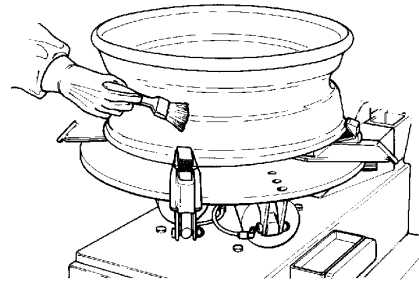

Fig. 4.2-1
A. Limpie toda la superficie de la llanta (Fig. 4.2-1).